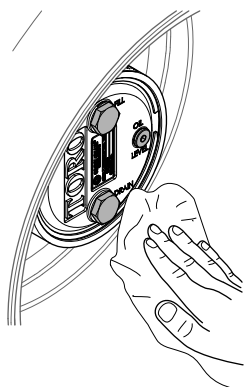

Figure 109
3. Essuyez soigneusement les carters de frein et de train planétaire (Figure 109).